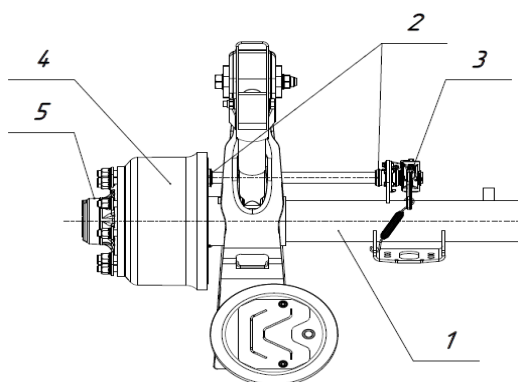

Рис. 1.8 Оси
Оси полуприцепа (рис. 1.8) состоят из осевой балки (1), опор вала разжимного кулака тормозной камеры (2), ручного регулировочного рычага (3), тормозного барабана с колодками (4), а также ступиц (5).